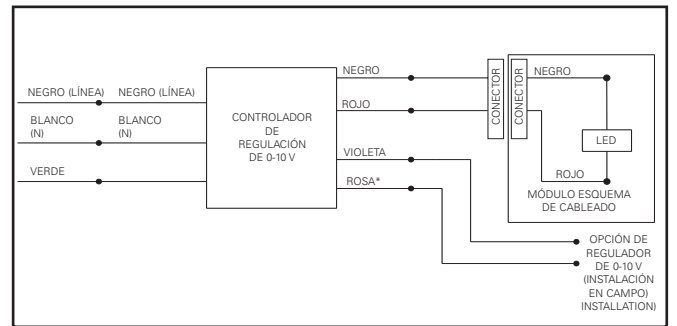

**Figura 9.**
5. Instale el motor de la luminaria LED y la unidad de la moldura insertando los muelles de torsión en los receptores del muelle ubicados dentro del alojamiento (Figura 9).